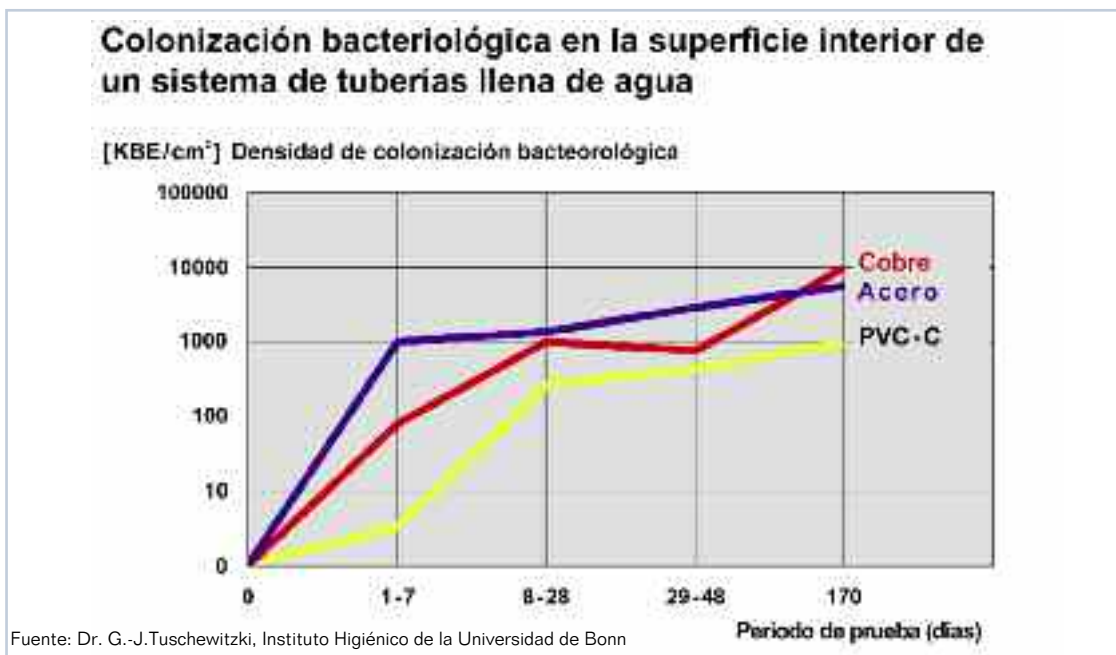

Figura 3 Fuente: Dr. G.-J. Tuschewitzki, Instituto Higiénico de la Universidad de Bonn
3.- Alta resistencia química y térmica: de 0°C a 95°C . No sólo es una ventaja de cara a la durabilidad a largo plazo de la instalación si no también es de suma importancia para el mantenimiento. La hipercloración para desinfección por legionella no le afecta químicamente ya que el propio material está hecho de cloro ni así el choque térmico al que se someten las instalaciones para la limpieza exhaustiva ($60-70^\circ\text{C}$). Esto hace del C-PVC un material óptimo para aquellos edificios especialmente sensibles como hospitales, colegios, hoteles. En la Figura 3 podemos ver un comparativo de la colonización bacteriológica según los materiales.